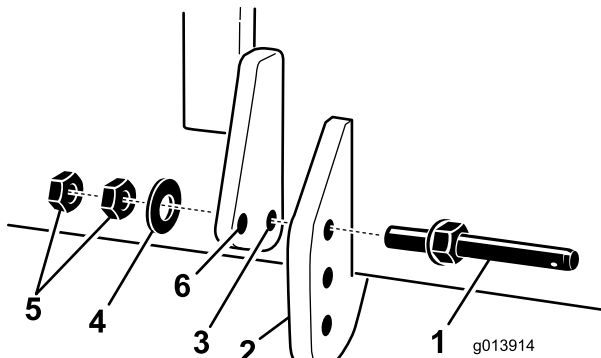

図 4
C. ワッシャとジャムナット (2個) を使って、各サポート・アームとエアレータ取り付けタブにリンク・ピン・アセンブリを取り付ける (図 4)。